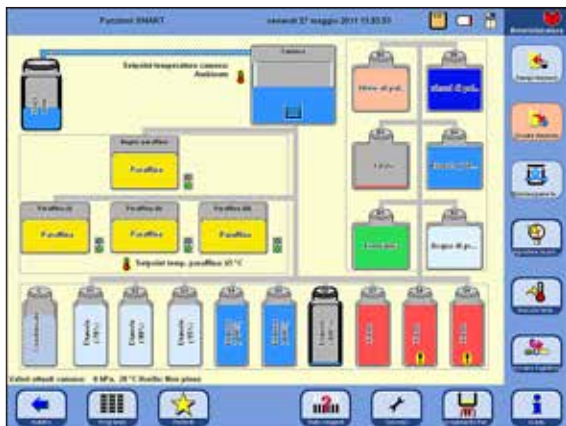

Fig. 171
- L'intera procedura viene visualizzata sullo schermo (vista **FUNZIONI SMART**) mediante rappresentazione grafica (fig. 171).